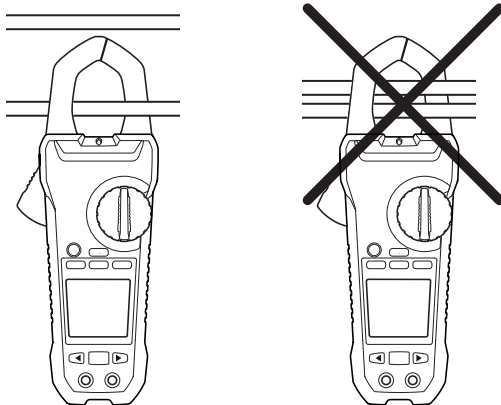

Рисунок 5.1 Правильные и неправильные настройки
При измерении тока в зажимные губки можно поместить только один проводник, см. рис. 5.1.
5. Нажмите рычаг для открывания зажимных губок. Полностью охватите один проводник, см. рис. 5.1. Для получения оптимальных результатов проводник должен быть расположен в центре губок.
3. Нажмите рычаг для открывания зажимных губок. Полностью охватите один проводник, см. рис. 5.1. Для получения оптимальных результатов проводник должен быть расположен в центре губок.